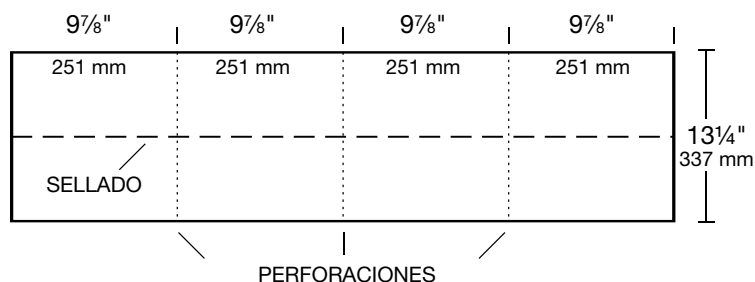
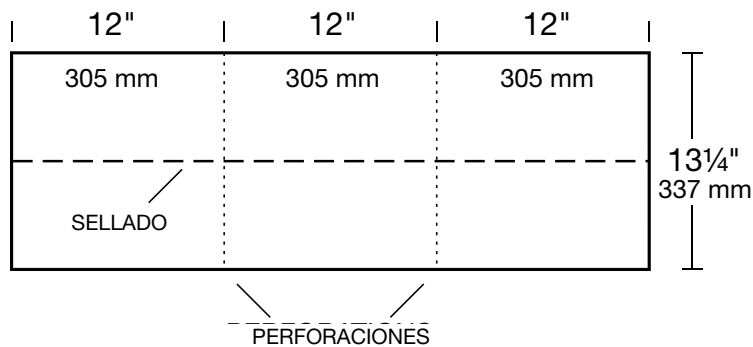

Figura 2 - Teja para limatesas y cumbreras RidgeFlex® de 10"
Figura 3 - Teja para limatesas y cumbreras RidgeFlex® de 12"
Realice la preparación para la aplicación separando cada teja para limatesas y cumbreras en las perforaciones: la teja RidgeFlex® de 10" produce cuatro (4) tiras individuales para limatesas y cumbreras (vea la Figura 2), y la teja RidgeFlex® de 12" produce tres (3) (vea la Figura 3). Observe la presencia de las tiras de sellado.